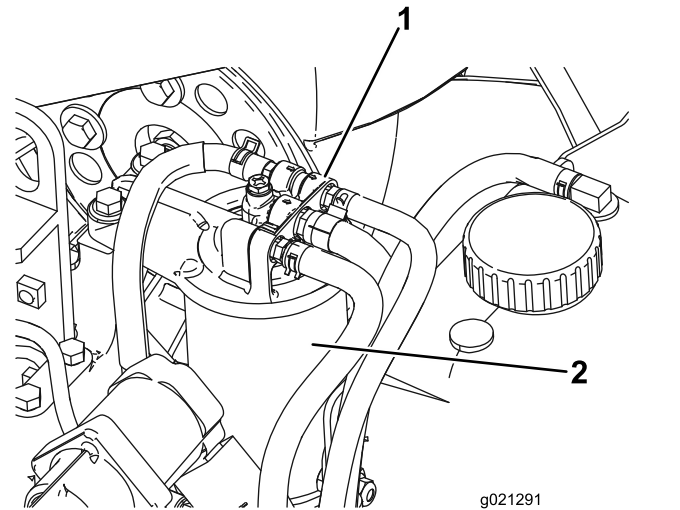

Figura 58
1. Limpe a zona em torno da cabeça do filtro de combustível (**Figura 58**).
2. Retire o filtro e limpe a superfície de montagem da cabeça do filtro (**Figura 58**).